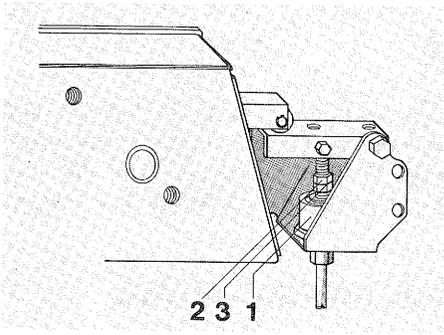

Fig. 107
Dans le cas où le vérin hydraulique (fig. 107/1) ne mettrait pas en action le boîtier programmeur, procéder aux réglages suivants, la tige du vérin entièrement sortie (vérin sous pression).
- Desserrer le contre-écrou (fig. 107/2).
- Tourner l'écrou (fig. 107/3) à gauche jusqu'à ce que le boîtier programmeur s'enclenche de manière audible ; effectuer encore deux rotations à gauche avec l'écrou puis le bloquer à l'aide du contre-écrou.
- Serrer à fond le contre-écrou (fig. 107/2).